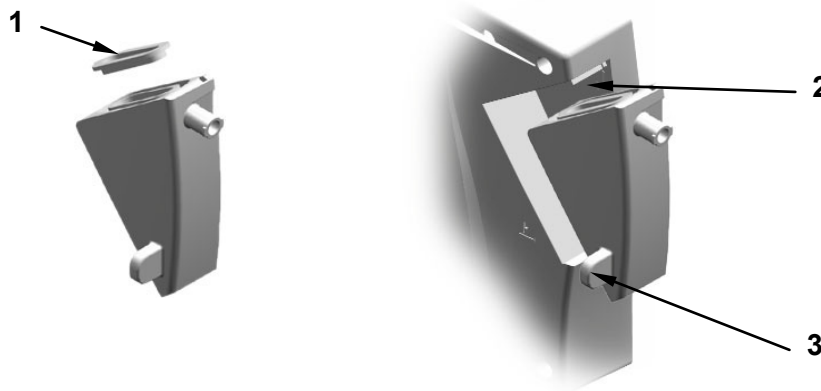

Figure 6. Remplacement du piège à humidité/filtre
1. Placez le filtre dans le piège à humidité, comme indiqué à la figure 6, 1.
2. Glissez le piège à humidité en position (figure 6, 2) en utilisant les repères au dos du moniteur.
3. Appuyez sur la languette pour mettre le piège à humidité en place (figure 6, 3).